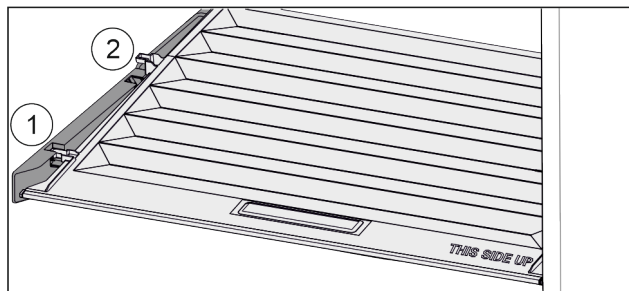

Fig. 32
- ▶ Vytáhněte víko dopředu až k otvoru v přídržných dílech Fig. 32 (1).
- ▶ Vzadu zespuďte nadzvedněte a vyjměte směrem nahoru Fig. 32 (2).